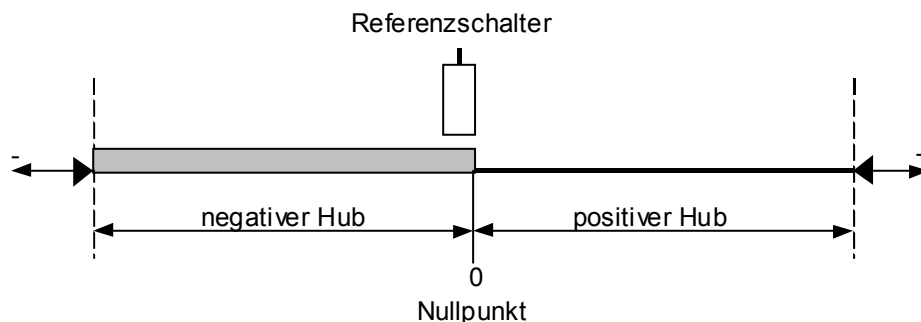

Abb. 3-1 : Verfahrensweg und Referenzstellung
Falls der Schalter nicht am Ende des Verfahrensweges festgelegt wurde, muß er **an einer Seite des Schaltpunktes stetig geschlossen und an der anderen Seite stetig geöffnet sein**, damit die Steuerung unzweideutig erkennen kann, auf welcher Seite der Schlitten liegt, siehe Abb. 3-1.
- Ist STROKE - = 0, dann sind nur Punkte mit positiver Ordinate im Referenz-System erreichbar, siehe Abb. 3-1. Die Richtung der Bewegungen bei der Referenzfahrt werden durch das Vorzeichen vom Parameter REF SPEED in der Konfiguration bestimmt.